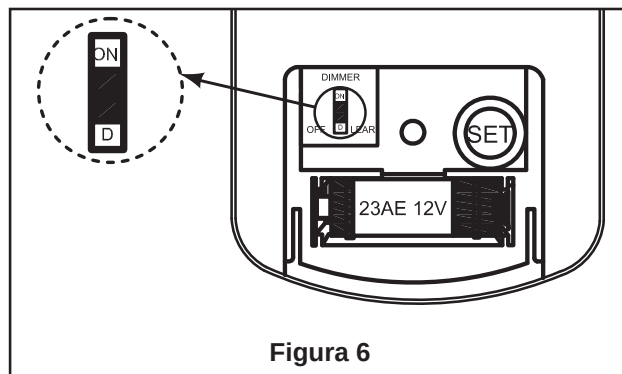

Figura 6
- ☐ 6. Asegure la carcasa de cristal en la sujeción de luz utilizando la tuerca suministrada. A continuación, instale la cubierta estilizada seguida de la decoración final. No presione las piezas demasiado. (Figura 6)
☐ 6. Conmutador “D” y “ON”: La selección “ON” es la selección regulable de luz y debe ser utilizada con todas las bombillas menos con las bombillas CFL. La selección “D” es la encender solo la luz (sin la función de regulación) y debe ser utilizada con bombillas CFL, ya que estas no pueden ser reguladas. El receptor ofrece la siguiente función protectora: (Figura 6)